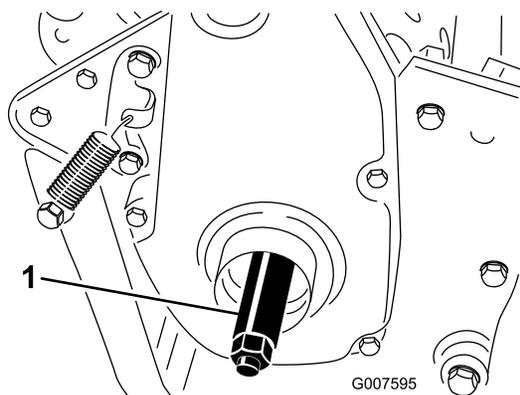

図 7
3. 右側ホイールシャフトを機体の右側にある駆動プーリのネジ穴にねじ込む 図 7。